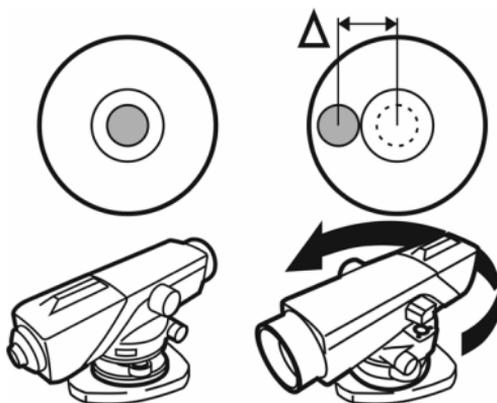

Рис. 8
С помощью подъемных винтов (б) установите пузырек в центр круглого уровня (5) и поверните зрительную трубу на  $180^\circ$  (рис. 8).